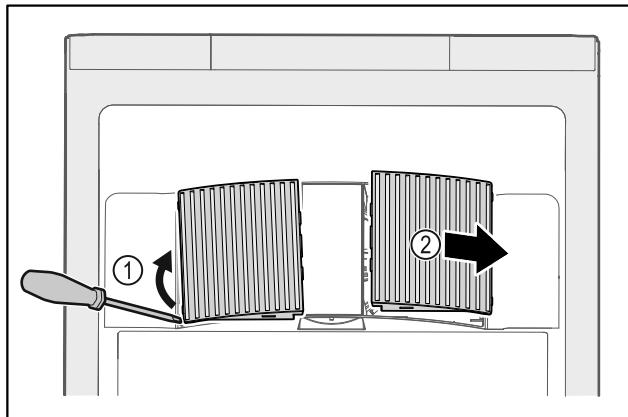

Fig. 46
- Scoateți cu grijă capacele ventilatoarelor de pe partea laterală Fig. 46 (1) și scoateți-le spre partea din față Fig. 46 (2).